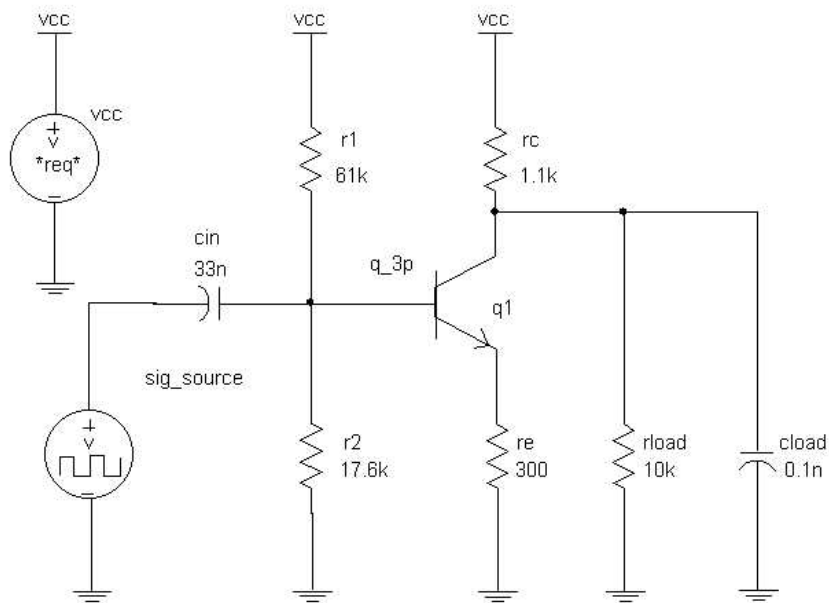

图 6 单级晶体管放大器连线
在布局完符号并设定了属性后，你可以如图 6 所示将部件连接在一起。
- 5) 重复步骤 a~d，从而将每个接地和 VCC 符号连至相关部件，如图 6 所示。
7. 将 q1 的基极连至 cin。参考图 6。